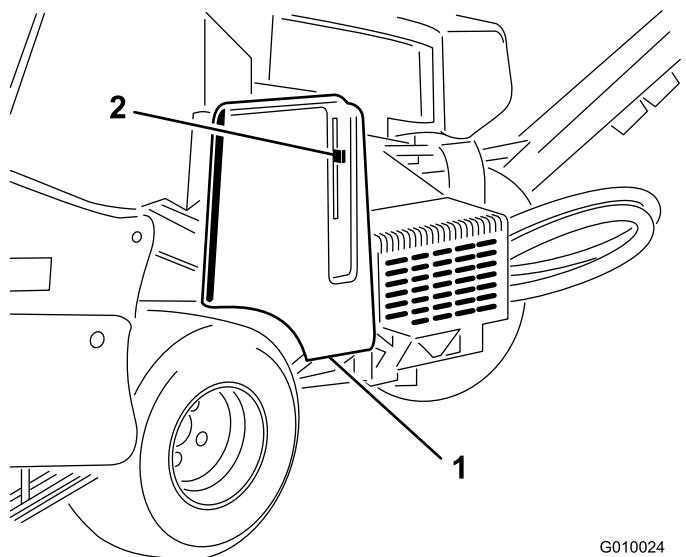
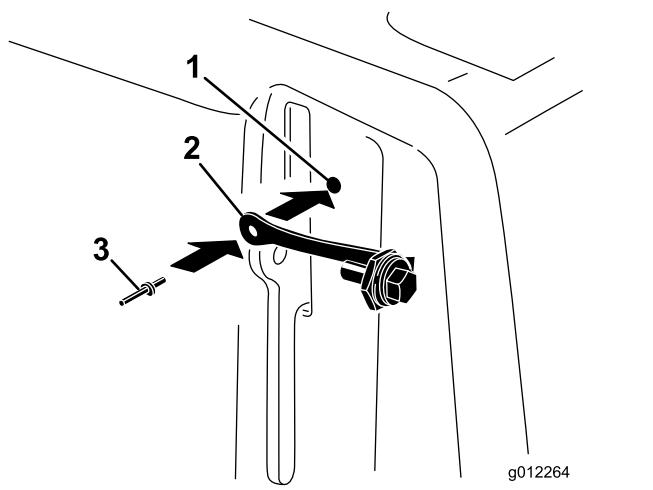

Bild 8
Bild 9
2. Befestigen Sie den Splint mit einer Blindniete im Loch in der Riemenabdeckung (Bild 9).
1. Ermitteln Sie das Loch in der Riemenabdeckung neben der Hebelklinke (Bild 8 und Bild 9).